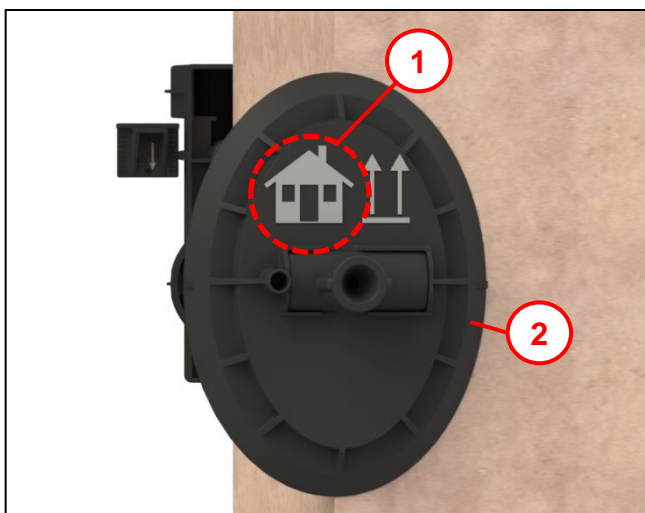

Abb. 18
- Schäumrohr mit Außenflansch **(1)** in Kernloch ansetzen und bis zu Beginn der Rastnase einstecken (Abb. 18 beachten).
Weiter bei Abb. 18